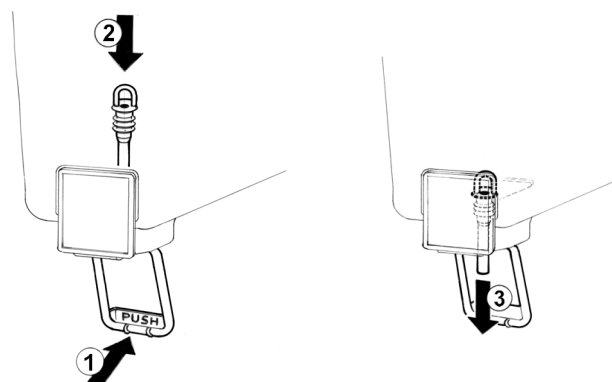

figura 5
2 **Grifo con tubo de goma:** empujar la palanca mando grifo (1) y insertar el tubo de goma de salida en su situación vertical en el fondo del contenedor (2). Tirar (3) ligeramente hacia abajo la extremidad del tubo de goma hasta ajustarlo completamente (ver figura 5).